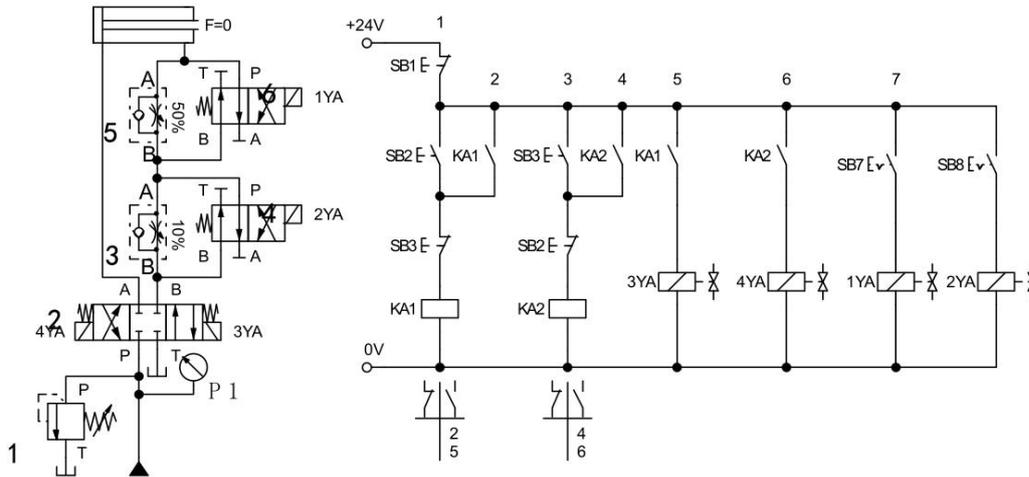

图 H1-1-7 调速阀串联多级调速回路的液压回路和电气控制线路图
(1) 任务描述：在液压实训系统中采用调速阀串联搭建多级调速回路，液压回路和电气控制线路如下图 H1-1-7所示